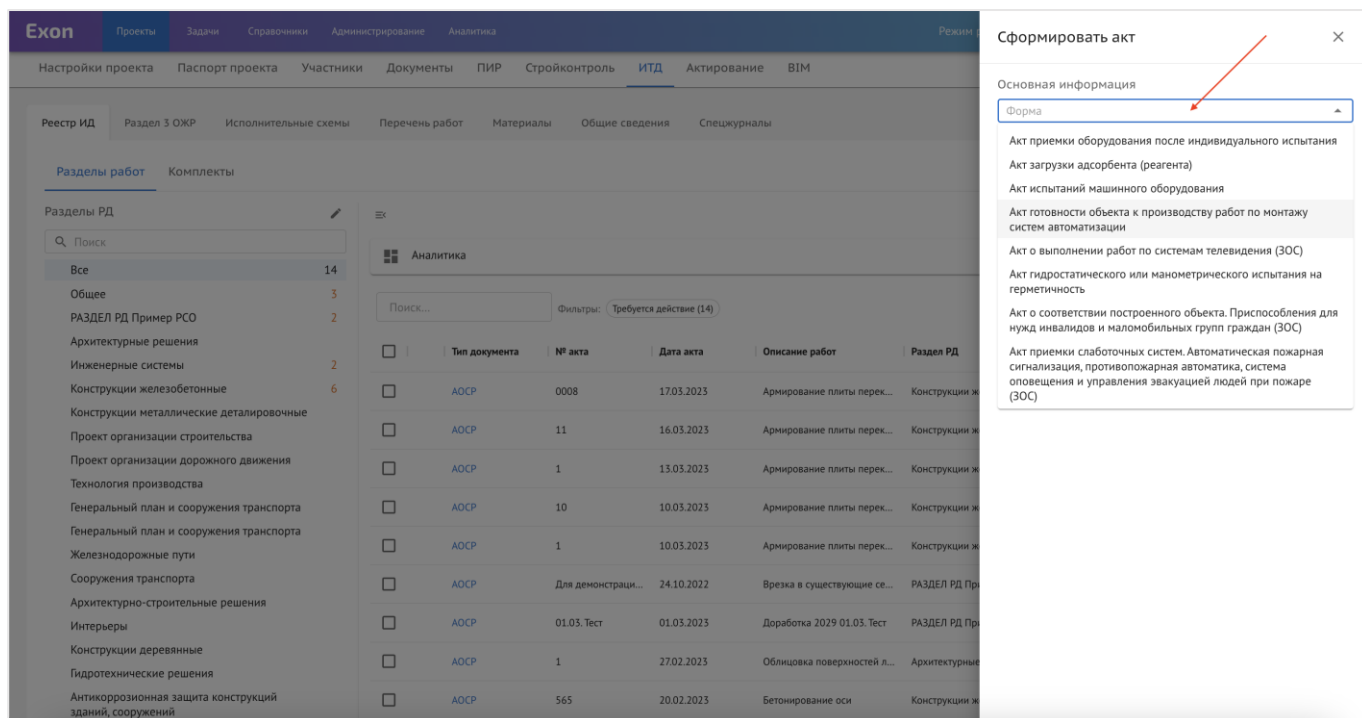

Рис. 59 – Выбор формы акта
2. Из выпадающего списка выбрать необходимую форму акта (рис. 59);